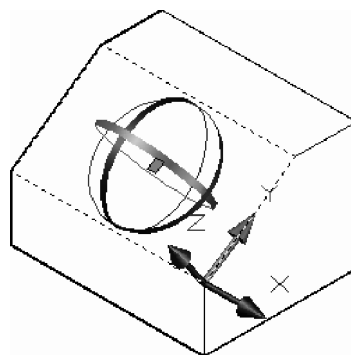

Fig. 8.56 Alinierea *UCS*-ului dinamic la o față a obiectului
- dacă se execută clic pe una dintre fețele obiectului și dacă butonul **DUCS** din bara de stare este activat, *UCS*-ul dinamic este atașat temporar feței respective; la fel și pictograma de rotație – vezi Fig. 8.56.